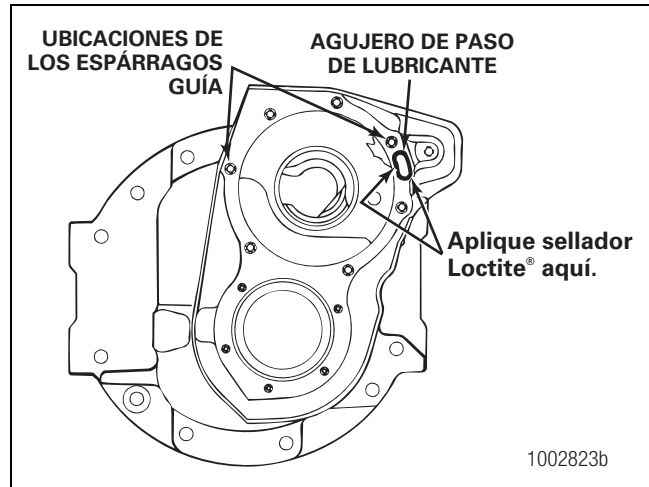

Figura 5.87
- B. Rocíe sellador en aerosol Primer N Loctite® en las superficies de la jaula y el portador, alrededor del perímetro del agujero de paso del lubricante en la posición de las dos del reloj. Figura 5.87. Deje secar el imprimador de tres a cinco minutos.
- C. Aplique con cuidado sellador Loctite® 518 a las superficies de la jaula y del portador, alrededor del agujero de paso de lubricante. Evite que en el hueco de la jaula del cojinete se acumule demasiado sellador Loctite®. Figura 5.87.